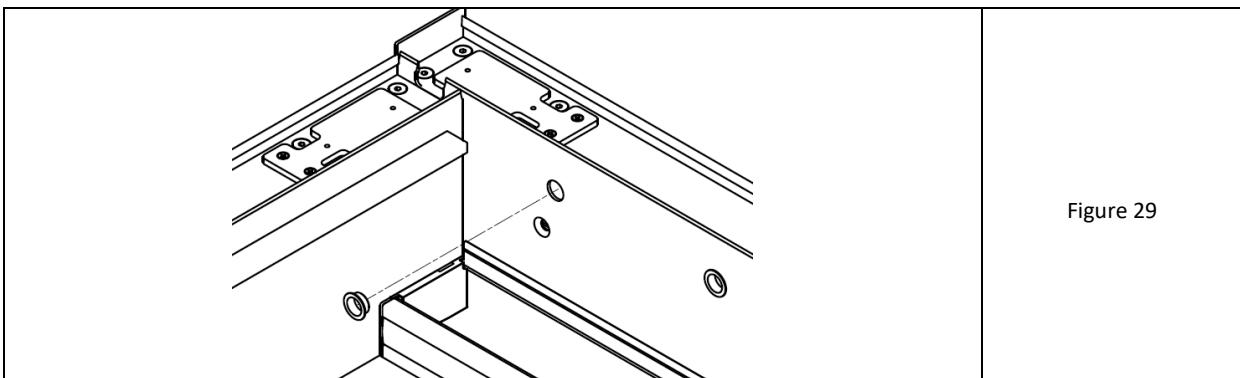

Figure 29
12. Introduire les bagues collectrices extérieures dans les grandes fenêtres des axes de lames sur les barres longitudinales (Fig. 29).